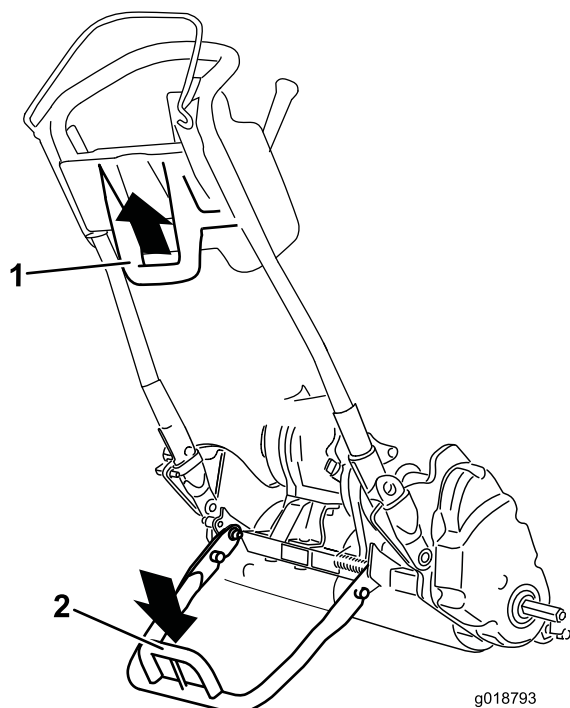

Figura 26
- Per montare le ruote da trasporto utilizzando il cavalletto, abbassate il cavalletto a terra e premete con un piede sul relativo occhiello, tirando contemporaneamente verso l'alto e indietro la stegola centrale inferiore della macchina (Figura 26).